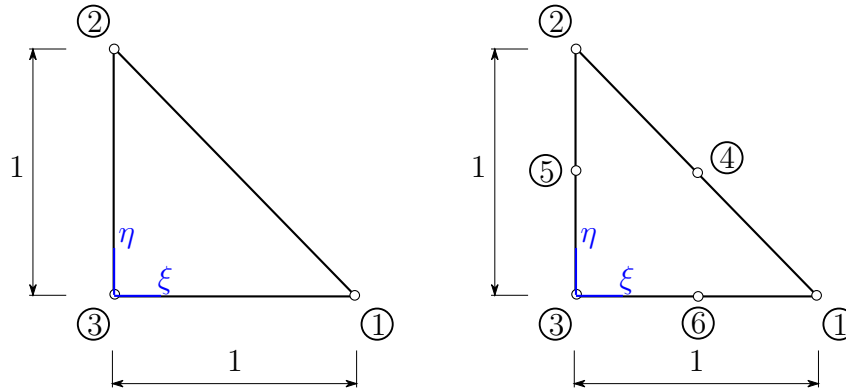

Abbildung 8.2: lineares und quadratisches Referenzdreieckselement im Parameterraum
- Bestimmen Sie die Ansatzfunktionen für das lineare Dreieckselement aus Abbildung 8.2 mithilfe des allgemeinen Ansatzes
- Wie lauten die Ansatzfunktionen N_1 und N_6 für das quadratische Dreieckselement aus Abbildung 8.2. ?